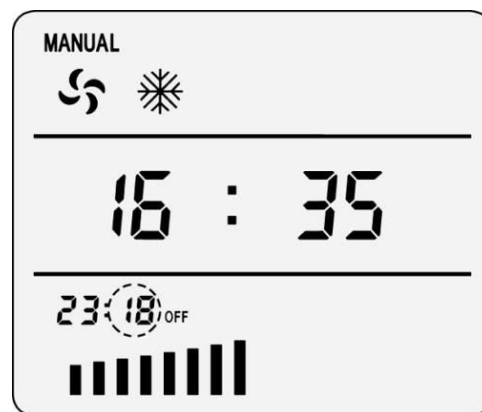

Рис. 8.8 Установка минут
4) нажмите кнопку , часы перестанут мигать, замигают минуты, используйте кнопки  для установки минут (рис. 8.8);